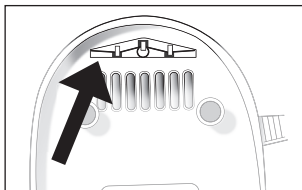

Fig. 1
1. Ubique la pequeña articulación de resorte en la parte inferior de la unidad, Fig. 1. Use una herramienta no metálica para extraer la articulación de resorte.